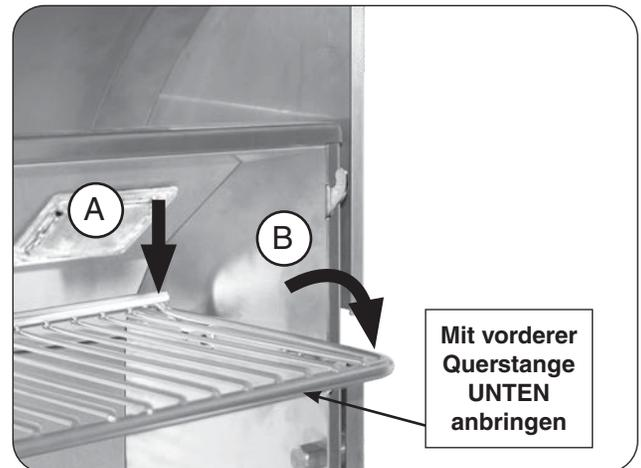

Abb. 25-2 Stellen Sie das Rack zur Verwendung auf
2. Legen Sie die Rückseite des Racks vorsichtig wie gezeigt auf die hinteren Trägerplatten (Abb. 25-2, A) und legen Sie dann die Arme des Wärmeständers zur Verwendung auf die beiden unteren Haken (Abb. 25-2, B).